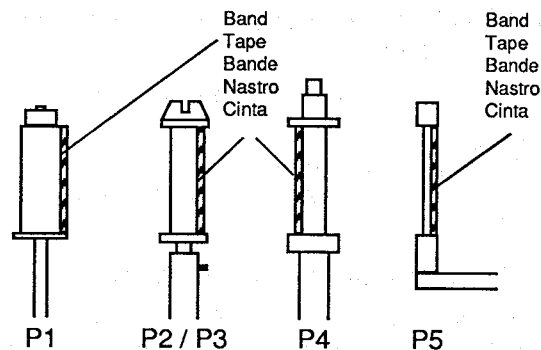
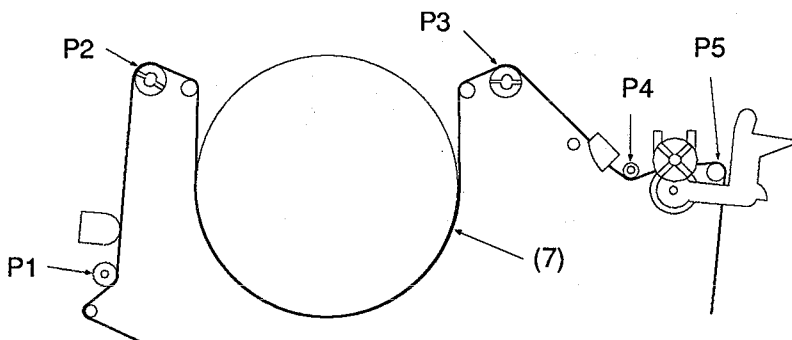

Fig. 34
Fig. 36
- Prüfen, ob das Band an den Bolzen P1, P2, P3, P4 und P5 ohne zu bördeln läuft (Fig. 34...Fig. 36).
- Check that the tape runs past the Bolts P1, P2, P3, P4 and P5 without crinkling (Fig. 34 ... Fig. 36).